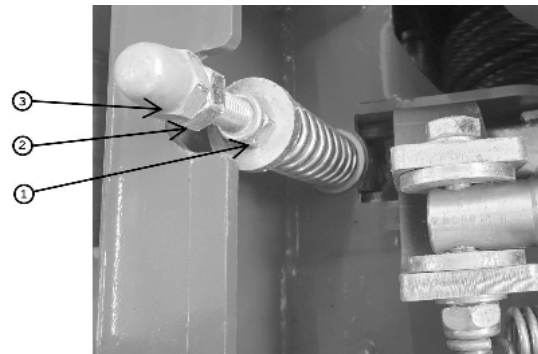

Abb. 1: Bremseinstellung
1. Ziehen Sie die Mutter (Pos.1 – Abb.1), welche die Feder anspannt, an!
2. Stellen Sie dann die Mutter (Pos.2 - Abb.1) so ein, dass der Abstand auf der Gewindespindel zwischen der Mutter (Pos.2 - Abb.1) und dem Bolzen (Pos.3 – Abb.1) 7 mm beträgt!